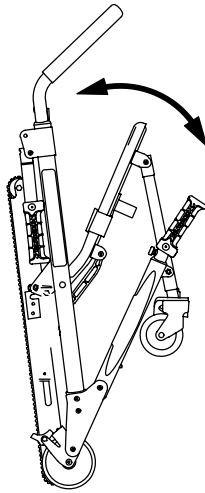

Abbildung 1 – Ausklappen des Stuhls
3. Die Rückenlehne und den Verlängerungsgriff auseinander ziehen (Abbildung 1).